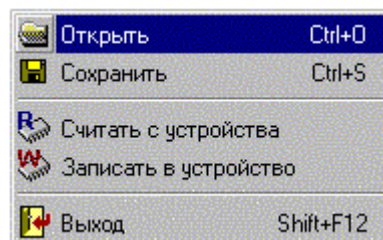

Рис. 4.20. Панель всплывающего меню (Открытие конфигурации из файла)
- или выбрать пункт всплывающего меню «Открыть», для чего нажать правую клавишу мыши. Откроется панель всплывающего меню (рис. 4.20). Наложить указатель мыши на пункт «Открыть» и нажать левую кнопку мыши.